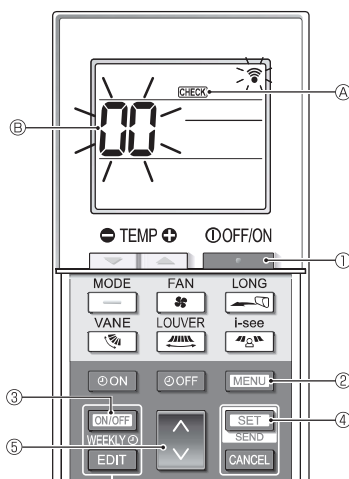

Fig. 7-6
■ Selbstprüfung (Fig. 7-6)
- Drücken Sie die Taste **[ON/OFF]** ①, um die Klimaanlage anzuhalten.
- Wenn der Wochen-Timer aktiviert ist (**WEEKLY** eingeschaltet ist), drücken Sie die Taste **[ON/OFF WEEKLY]** ③, um ihn zu deaktivieren (**WEEKLY** ist ausgeschaltet).
- Drücken Sie die Taste **[MENU]** ② 5 Sekunden lang.
- [CHECK]** ④ leuchtet auf und das Gerät tritt in den Selbstprüfungsmodus ein.
- Drücken Sie die Taste **[]** ⑤ zum Auswählen der Kältemitteladresse (M-NET-Adresse) ⑥ des Innengeräts, für das die Selbstprüfung ausgeführt werden soll.
- Drücken Sie die Taste **[SET]** ④.
- Drücken Sie die Taste **[ON/OFF]** ①.
- [CHECK]** ④ und die Kältemitteladresse (M-NET-Adresse) ⑥ erlöschen; die Selbstprüfung ist beendet.